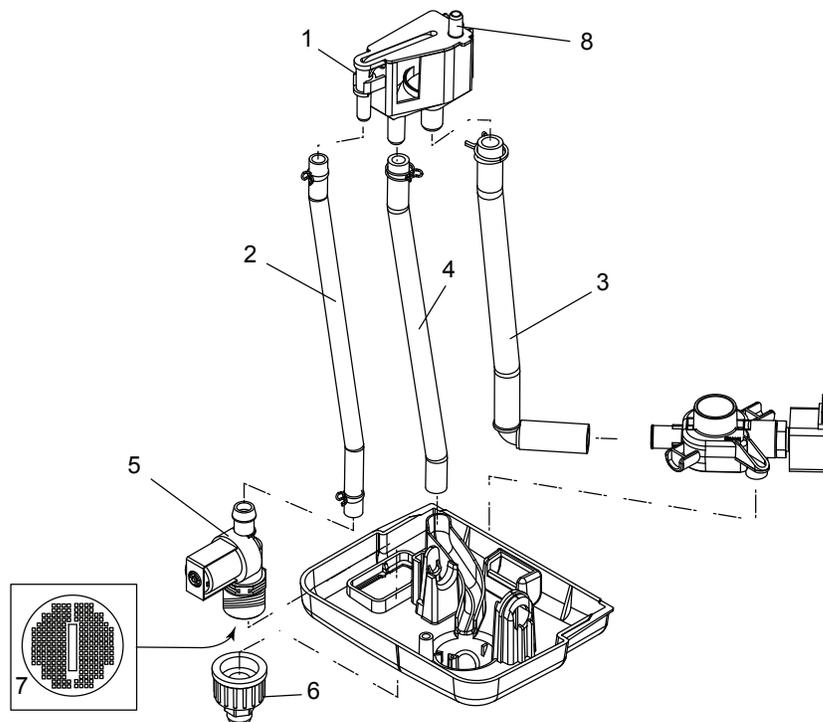

Figure 12 - Composants de la tuyauterie interne
1. (Recommandé) Retirer les tuyaux et colliers de serrage de la coupelle de remplissage. Se reporter à Figure 12 à la page 30.